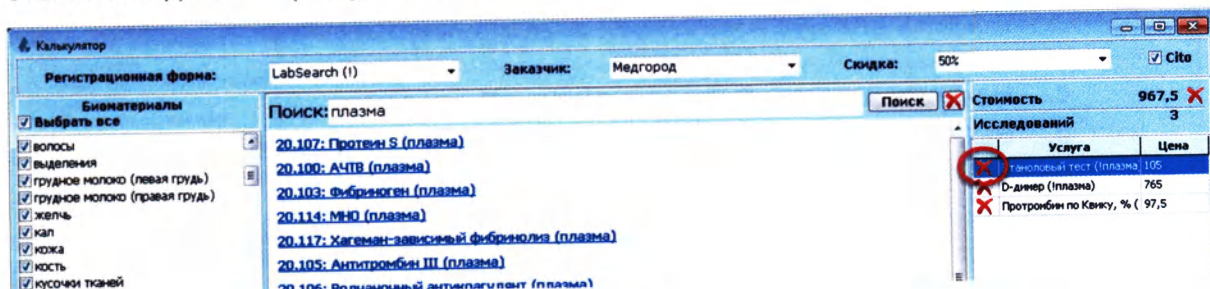

Рисунок 2.15
7. Для удаления одного из выбранных исследований нажмите на крестик напротив этого исследования (Рисунок 2.15):